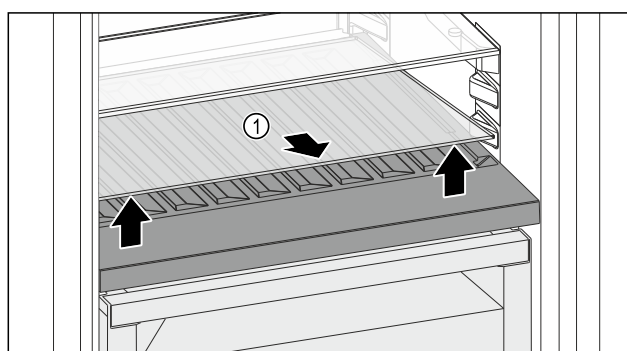

Fig. 138
- ▶ 抬起前部槽上的玻璃隔板 Fig. 138 (1) 并取出。
- ▶ 将玻璃隔板 Fig. 138 (1) 稳妥地放在冰箱外。